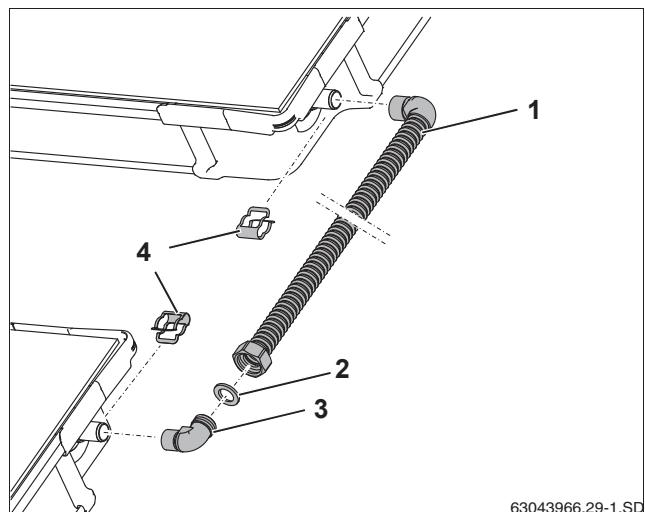

Рис. 60 Комплект для соединения двух рядов коллекторов
Если соединительную трубу (рис. 60, [1]) нужно укоротить, то следуйте указаниям по монтажу, приведенным в Главе "Подготовка соединительной трубы" стр. 36.
- ▶ Уложите уплотнение (рис. 60, [2]) в накидную гайку.
- ▶ Вставьте уголок (рис. 60, [3]) в накидную гайку G1, выровняйте его и прикрутите.
- ▶ Наденьте соединительную трубу (рис. 60, [1]) на штуцеры коллекторов и зафиксируйте зажимами (рис. 60, [4]) из комплекта для подключения.